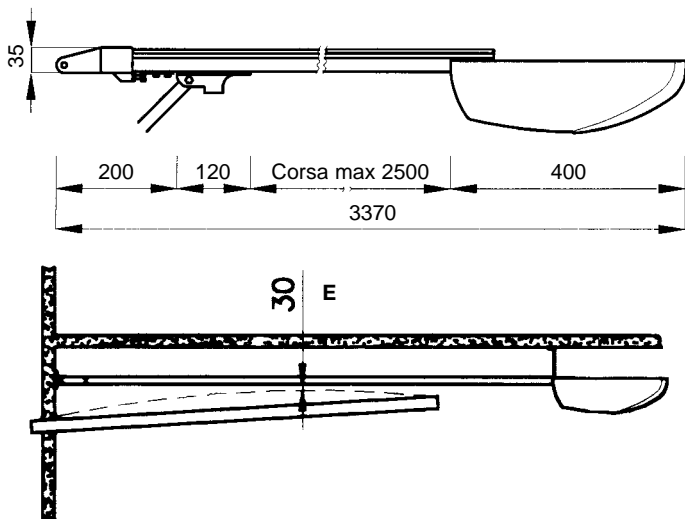

Abbildung 4
- Prüfen, dass die auf Abbildung 4 gezeigten minimalen und maximalen Räume vorhanden sind.
- Falls es sich bei dem Tor um ein Schwingtor handelt, prüfen, dass das Maß [E] in Abbildung 4, bzw. der Mindestabstand zwischen oberer Führungsseite und Höchstpunkt, der von der oberen Torkante erreicht wird, einen Mindestwert von 30 mm hat. Im gegenteiligen Fall kann GDS nicht installiert werden.